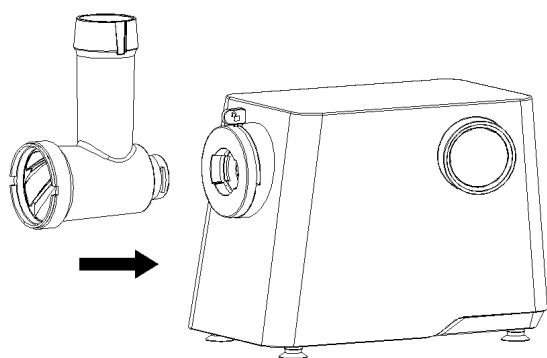
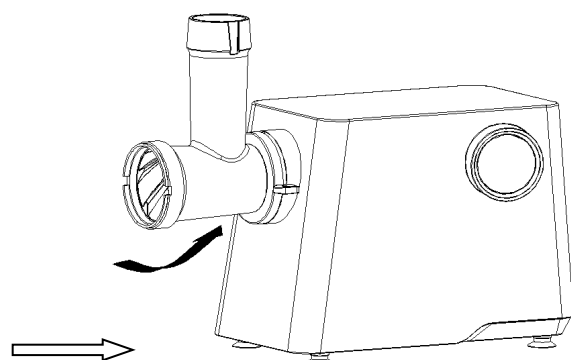

Abb. 1
Abb. 2
- Drücken Sie die Verriegelungstaste, halten Sie den Maschinenkopf fest und neigen Sie ihn leicht in die durch den Pfeil angegebene Richtung, sodass er in die Kopfaufnahme eingesetzt werden kann (Abbildung 1). Anschließend lassen Sie die Verriegelungstaste los und drehen den Maschinenkopf gegen den Uhrzeigersinn, um ihn zu fixieren (Abbildung 2).
- Orientieren Sie sich an der Montageanleitung (Abb. 1–6) und demontieren Sie das Einfüllrohr.